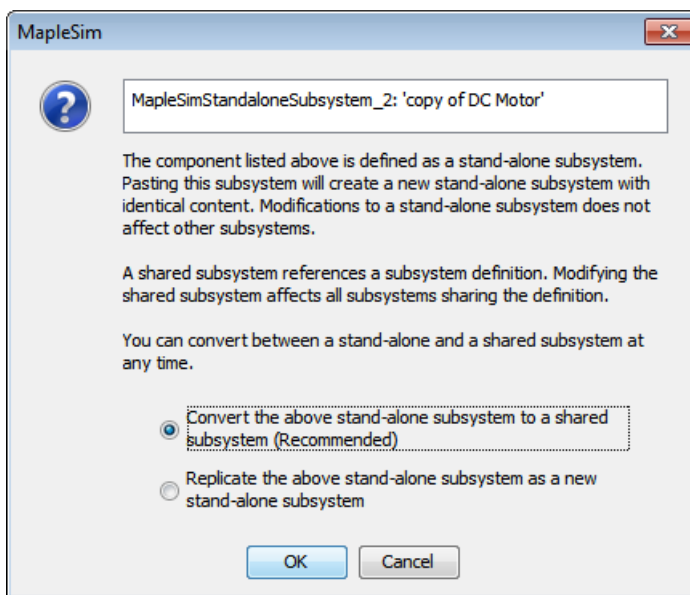

図2.13 サブシステムダイアログのコピー
1. モデルワークスペースで、**DC Motorのコピー** スタンドアロンサブシステムをコピーし、貼り付けます。ダイアログボックスが表示されます (図2.13 「サブシステムダイアログのコピー」を参照してください)。